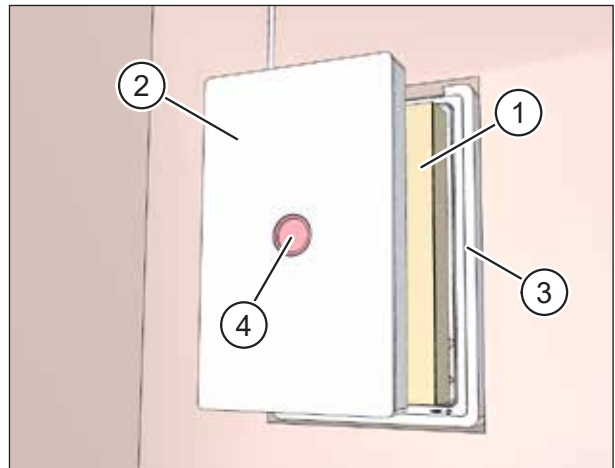

Abb. 21: Kartoneinlage und Putzschutzdeckel einsetzen
- ▶ Setzen Sie die Kartoneinlage (Pos. 1 in Abb. 21) in den Mauerkasten (Pos. 3 in Abb. 21) bis zum Anschlag ein.
- ▶ Setzen Sie den Putzschutzdeckel (Pos. 2 in Abb. 21) in den Mauerkasten (Pos. 3 in Abb. 21) bis zum Anschlag ein.
- ▶ Kontrollieren Sie, dass der rote Signaldeckel (Pos. 4 in Abb. 21) im Putzschutzdeckel sitzt.
- ▶ Kontrollieren Sie, dass der Putzschutzdeckel (Pos. 1 in Abb. 21 auf Seite 26) vor dem Einschäumen eingesetzt ist.